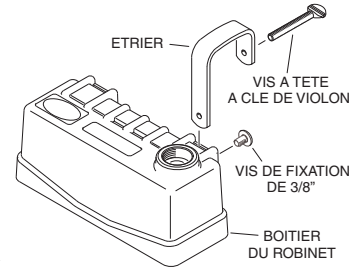

Figure 4
1. Insérez les deux étriers dans le boîtier du robinet en suivant l'illustration (voir figure 4).